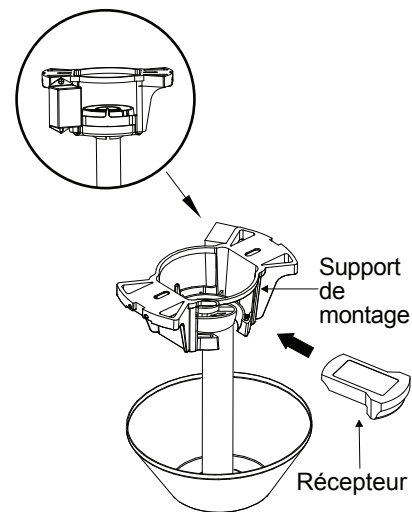

Fig. 13
Étape 1. Insérez le récepteur dans le support de montage au plafond, le côté plat du récepteur faisant face au plafond. (Fig. 13)